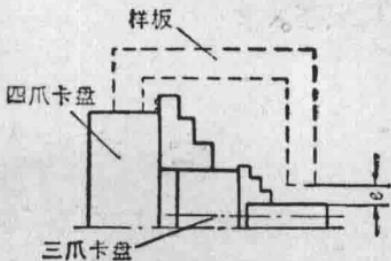

图20 用样板校正三爪卡盘的位置。
2. 用样板的一端貼在四爪卡盘一个卡爪后面的圓盤表面上（图 20），这时样板右端和光滑軸表正好相距一个偏心距  $e$ 。